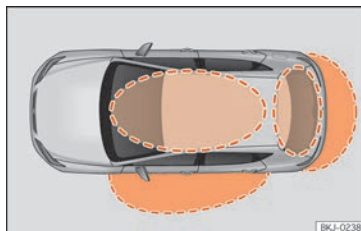
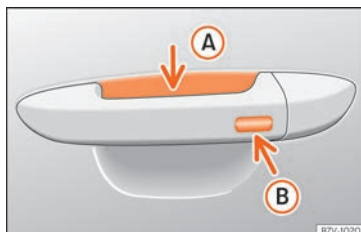

Fig. 84 Keyless Access: zonas de proximidade.
Fig. 85 Manípulo da porta: superfícies sensoras
» **Fig. 85**
O Keyless Access é um sistema de fecho e arranque sem chave com o qual se pode destrancar e trancar o veículo sem utilizar ativamente a chave do mesmo. Para isso, só é necessário que exista uma chave do veículo válida na zona de deteção correspondente à tentativa de acesso ao veículo » **Fig. 84** e tocar numa das superfícies sensoras dos manípulos das portas » **Fig. 85** » **1**.
Se se encontrar uma chave válida numa das zonas próximas »» **Fig. 84**, o sistema de fecho e arranque sem chave Keyless Access confere à referida chave direitos de acesso quando se toca numa das superfícies sensoras dos manípulos das portas dianteiras.
- Agarre no manípulo da porta do condutor. Ao fazê-lo, toca-se na superfície sensora »» **Fig. 85 (A)** (seta) do manípulo e destranca-se o veículo.
- Toque *uma vez* na superfície sensora de trancagem »» **Fig. 85 (B)** (seta) do manípulo da porta do condutor. A porta cujo manípulo se aciona deverá estar fechada.
- Toque *uma vez* na superfície sensora »» **Fig. 85 (B)** (seta) do manípulo da porta do condutor. O veículo é trancado com o sistema de segurança «Safe» »» **Página 110**. A porta cujo manípulo se aciona deverá estar fechada.
- Toque *duas vezes* na superfície sensora »» **Fig. 85 (B)** (seta) do manípulo da porta do condutor para trancar o veículo sem ativar o sistema de segurança «Safe» »» **Página 110**.
Quando o veículo está trancado, a porta da bagageira destranca-se automaticamente ao abri-lo se numa zona próxima »» **Fig. 84** se encontrar uma chave do veículo válida.
- Pressione o botão de fecho  do comando à distância e toque uma vez, dentro dos 5 segundos seguintes, na superfície sensora de bloqueio do manípulo da porta do condutor »» **Fig. 85 B**. Não agarre o manípulo da porta, caso contrário o veículo não trancará. Também é possível levar a cabo a desativação se se bloquear o veículo através do fecho da porta do condutor.
Para **fechar com a função de conforto** todas as janelas elétricas e o teto de vidro, mantenha um dedo durante uns segundos sobre a superfície sensora de bloqueio »» **Fig. 85 B** (seta) do manípulo da porta até que as janelas e o teto se tenham fechado.
As superfícies sensoras dos manípulos das portas poderiam ativar-se ao receber um jato de água ou de vapor a grande pressão, caso existisse alguma chave do veículo válida na zona próxima. Se, pelo menos, uma das janelas com acionamento elétrico estiver aberta e se se ativar a superfície sensora »» **Fig. 85 B** (seta) de um dos manípulos de forma permanente, fechar-se-ão todas as janelas.